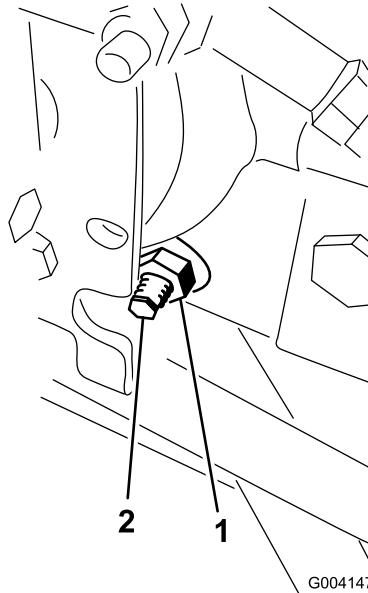

Bild 59
3. Lösen Sie rechts am Hydrostat die Sicherungsmutter an der Fahrantrieb-Einstellnocke (Bild 59).